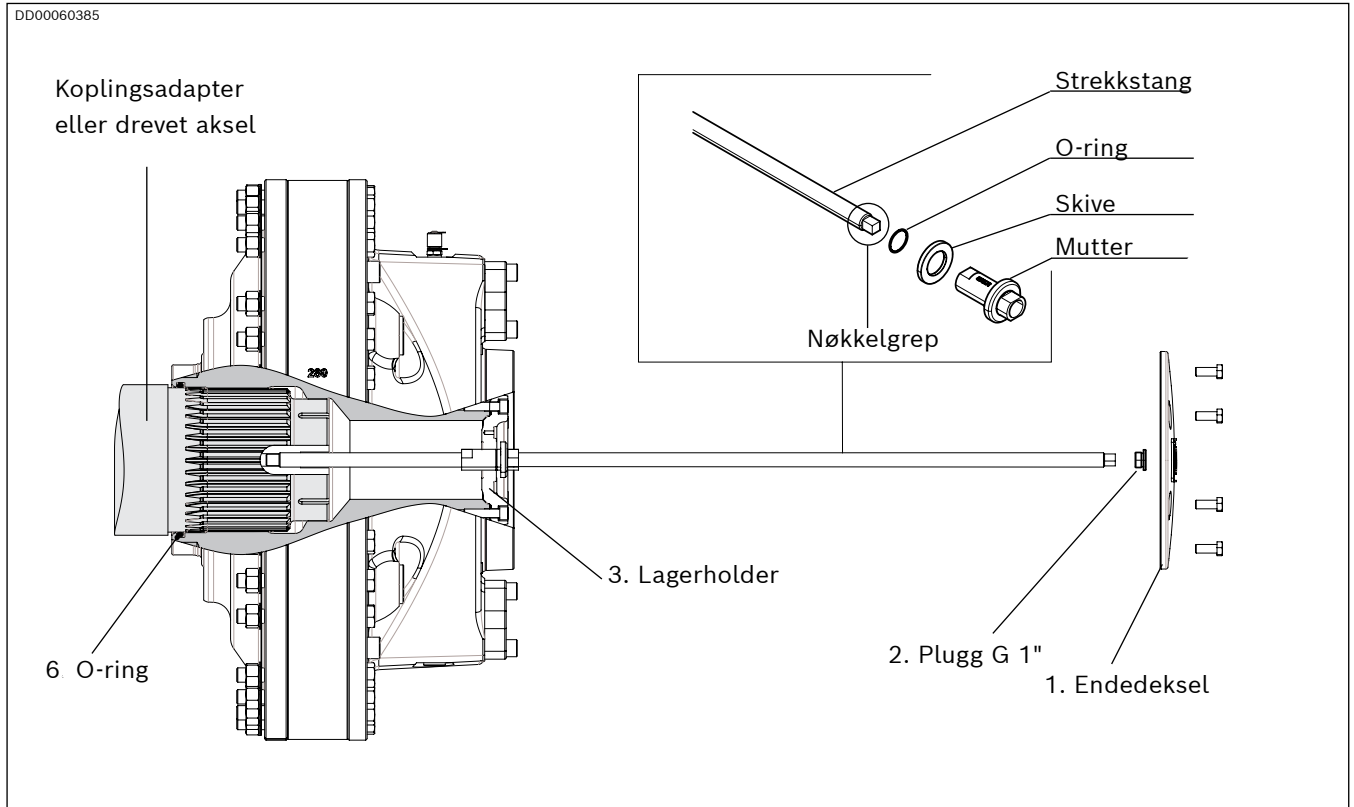
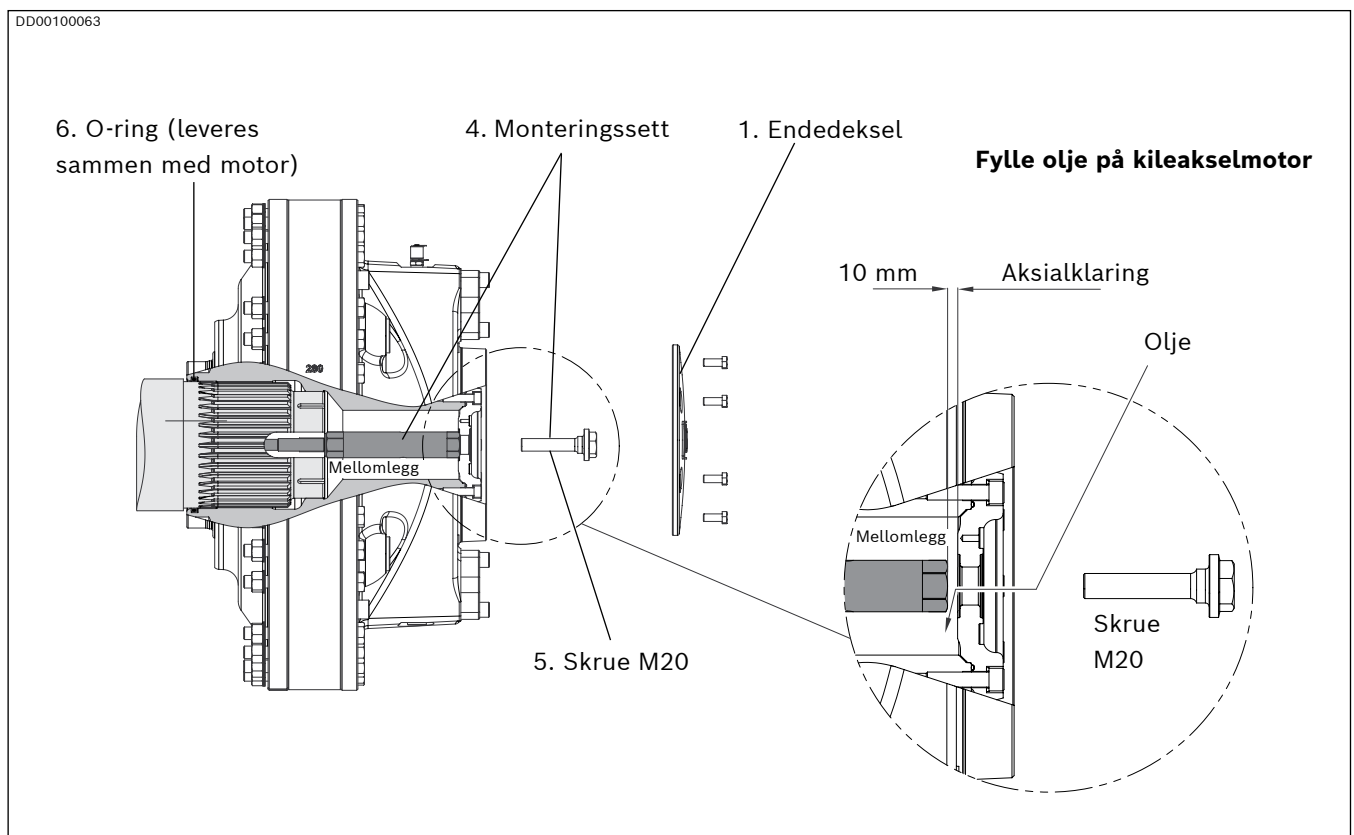

Fig. 41: Montere kileakselmotor med monteringsverktøy
Fig. 42: Fest kileakselmotoren med monteringssettet, horisontal montering
Denne anvisningen gjelder bildene *Fig. 41, Fig. 42*.
8. Installer monteringsverktøyet ved å skyte strekkstangen gjennom midten av motoren og skru det inn i den drevne akselen ved å bruke en skrunøkkel på nøkkelgrepet på enden av monteringsverktøyet. Sett på skiven og skru mutteren fast på lagerholderen (3).
13. Monter mellomlegget som følger med monteringssettet (4) på den drevne akselen. Tiltrekkingsmoment 450 Nm (332 lbf·ft).
14. Sett tilbake lagerholderen (3). Tiltrekkingsmoment 136 Nm (100 lbf·ft).
15. Fyll på hydraulikkolje til G 1"-gjengen. Aksialklaring 10 mm [0,4"] under fylling, se *Fig. 42*. Oljemengde, se *Tabell 16*.
16. Fest motoren på den drevne akselen ved å montere skrue M20 (5). Tiltrekkingsmoment 385 Nm (284 lbf·ft).
17. Sett tilbake endedekselet (1). Tiltrekkingsmoment 80 Nm (59 lbf·ft).